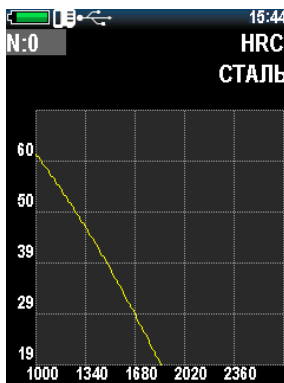

Рисунок 2.35 – Окно градуировки
- Нажмите «», и на дисплее откроется окно градуировки (рис. 2.35).